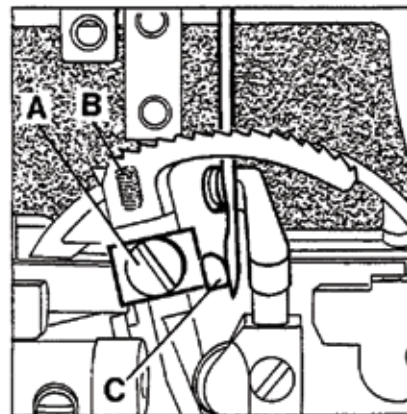

Fig.10
To raise or lower the feed dog loosen screw (A, Fig. 10) and set the feed dog to the specified height. Retighten screw (A). Now reset stop screw (B) in feed dog to maintain the adjusted feed dog height.
Set the needle guard (C, Fig. 10) so it just touches the needle when it is at its most forward point of travel. To move guard forward or backward loosen screw (A) and move needle guard as required. Retighten screw.
Zum Höher- oder Tieferstellen des Transporteurs lösen Sie die Schraube (A, Fig. 10) und stellen den Transporteur auf die vorgeschriebene Höhe. Ziehen Sie die Schraube (A) wieder an. Nun stellen Sie die Anschlagsschraube (B) im Transporteur so, dass die eingestellte Transporteurhöhe erhalten bleibt.
Stellen Sie den Nadelanschlag (C, Fig. 10) so, dass er die Nadel gerade leicht berührt, wenn er am vordersten Punkt seiner Bewegung steht. Zum Verstellen des Anschlags nach vorne oder hinten lösen Sie die Schraube (A) und stellen den Anschlag entsprechend ein. Ziehen Sie die Schraube wieder an.